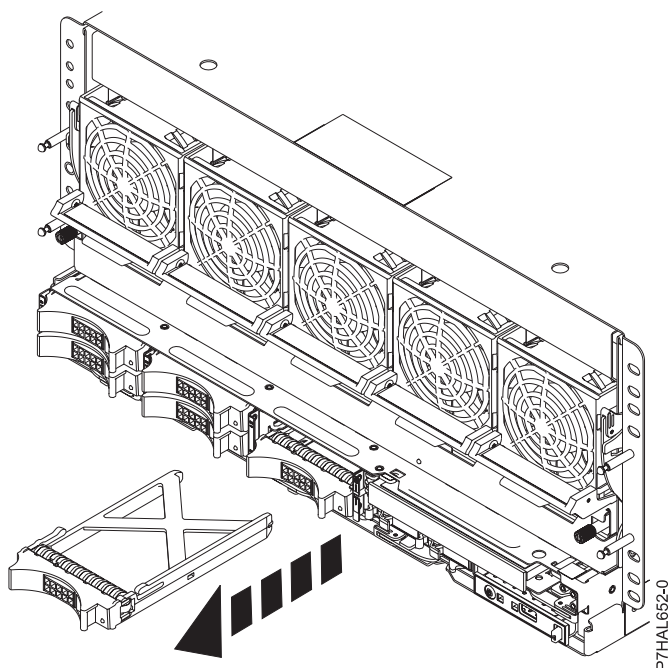

Figura 46. Extracció d'un panell de reblliment d'una unitat de disc del sistema
2. Agafeu la nansa del panell de reblliment (**A**) i traieu-lo de la ranura estirant-ne, com es mostra a la Figura 46 a la pàgina 82.